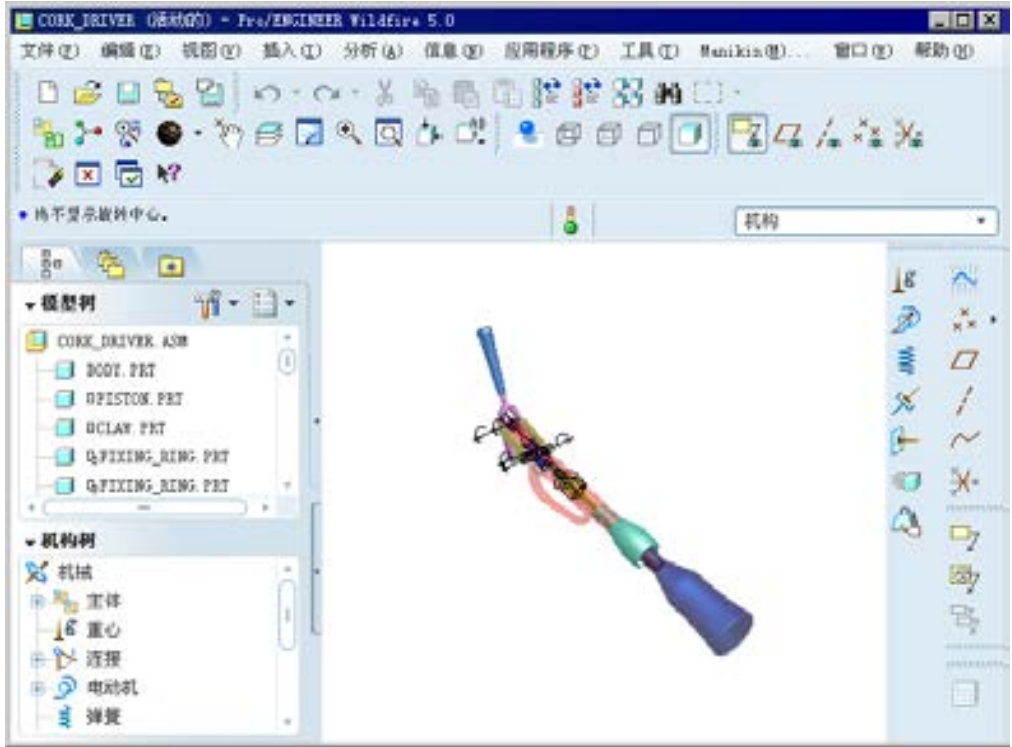

图 12.1.1 机构模块界面
Step2. 进入机构模块。选择下拉菜单 **应用程序(A)** → **机构(M)** 命令, 即进入机构模块, 此时 Pro/ENGINEER 界面如图 12.1.1 所示。